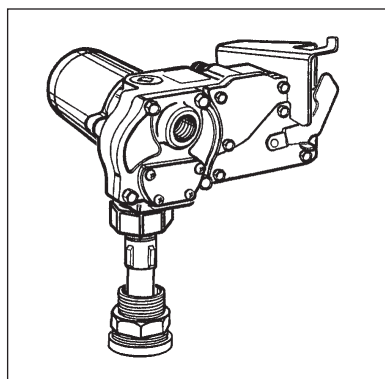

Figura 1
- Estenda o tubo de sucção em todo o seu comprimento e insira na abertura do tanque. (Figura 1)